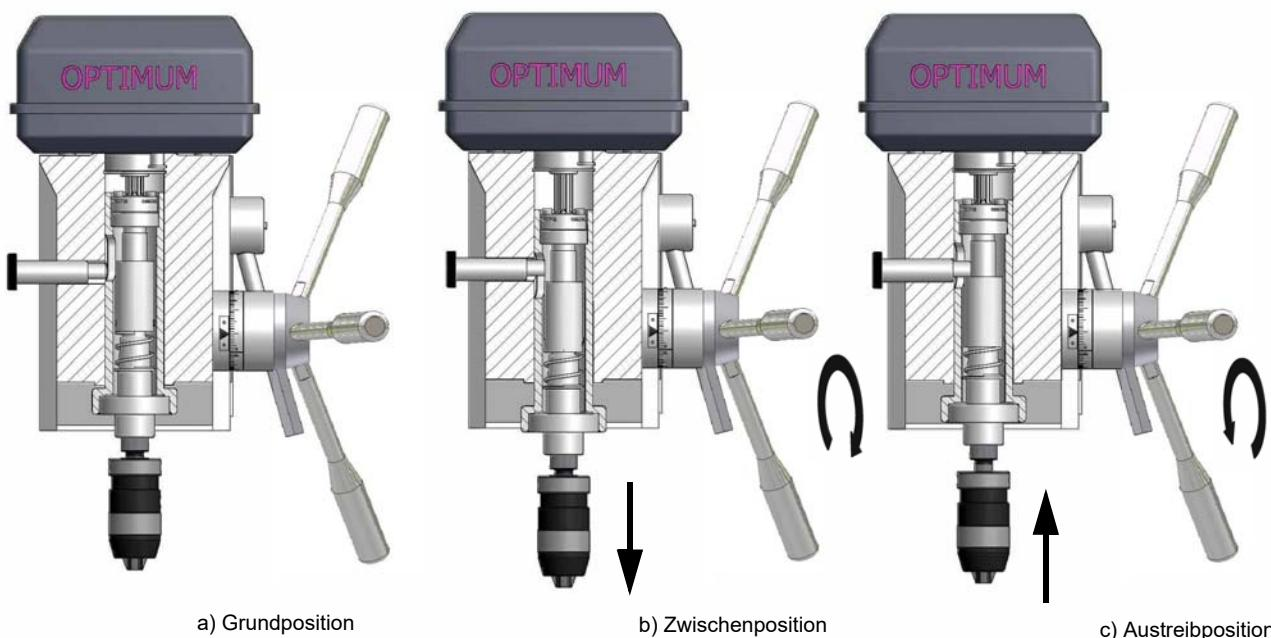

Abb.4-18: Funktionsdarstellung des Austreibers (Darstellung im Schnitt)
- Bewegen Sie die Pinole soweit nach unten, bis sich der Sperrbolzen ① einschieben lässt (Abb. 4-18 (b) Zwischenposition).
- Bewegen Sie den Sperrbolzen ① soweit, bis der Sperrbolzen vollständig einrastet (Abb. 4-18 (c) Austreibposition).
- Drücken Sie den Pinolenhebel ② mit einer schnellen und kräftigen Bewegung nach oben.